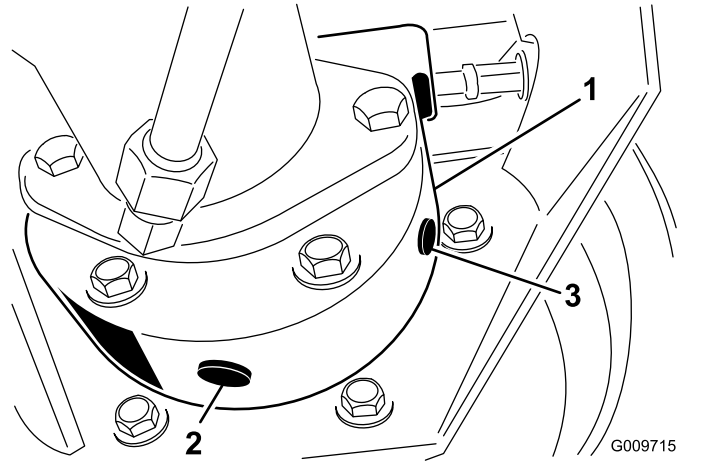

Figure 45
3. Placez un autre bac de vidange sous le carter de frein de l'autre côté de la roue (Figure 45).